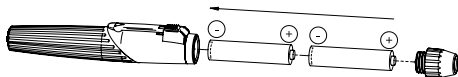

Fig. 3
Para a preparação, desaperte a cabeça (3) do manípulo (1) e introduza duas pilhas primárias alcalinas (tamanho LR03/AAA/1,5V) (Fig. 3). De seguida, volte a apertar a parte superior.
- Desaperte a cabeça (3) e retire as pilhas. Introduza pilhas novas com o polo positivo voltado para o topo do manipulador (Fig. 3).